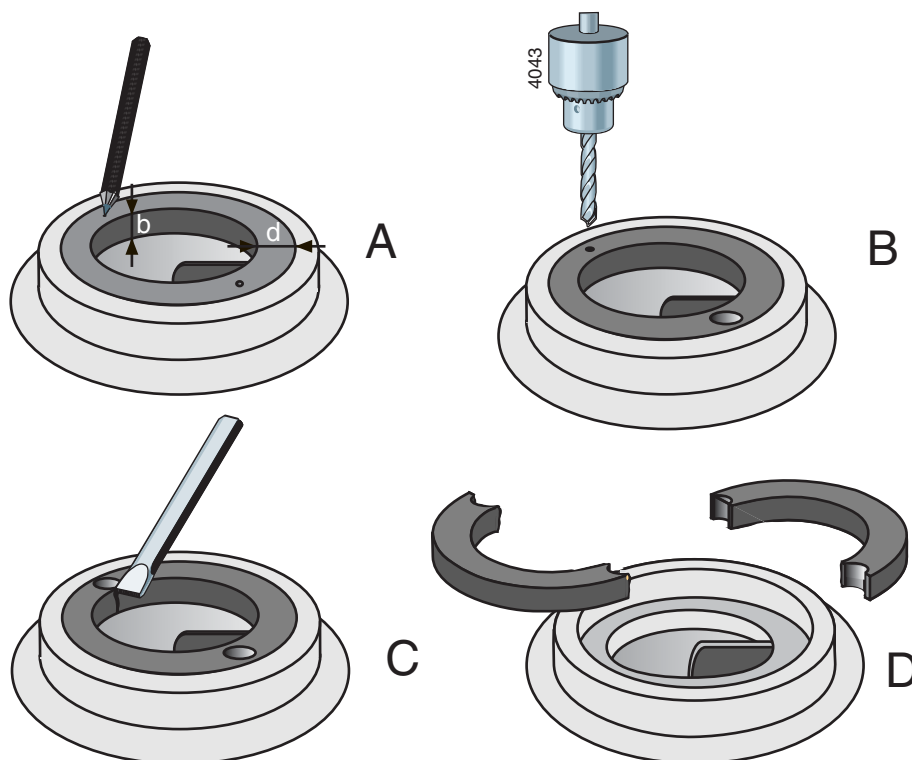

Figure 14: Démontage de la bague d'usure.
- 1 Mesurez l'épaisseur (d) et la largeur (b) de la bague, voir figure 14 A.
- 2 Faites un petit trou de centrage au milieu du bord de la bague en deux points opposés, voir figure 14 B.
- 3 Utilisez une mèche d'un diamètre légèrement plus petit que l'épaisseur (d) de la bague et percez deux trous dans la bague, voir figure 14 C. Ne percez pas plus loin que l'épaisseur (b) de la bague. Prenez soin de ne pas endommager le bord d'ajustage du corps de pompe.
- 4 Coupez l'épaisseur restante de la bague à l'aide d'un ciseau. Vous pouvez maintenant déposer la bague en deux parties du corps de pompe, voir figure 14 D.